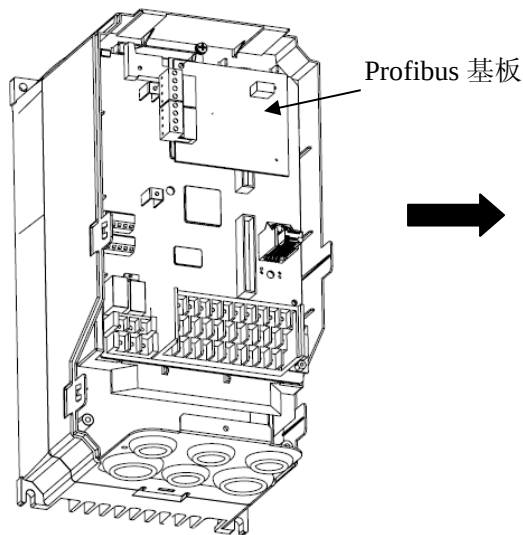

图 4
4. 将 profibus 基板安装在主控板的插槽内，用 M3 的螺丝将其拧紧（图 4）